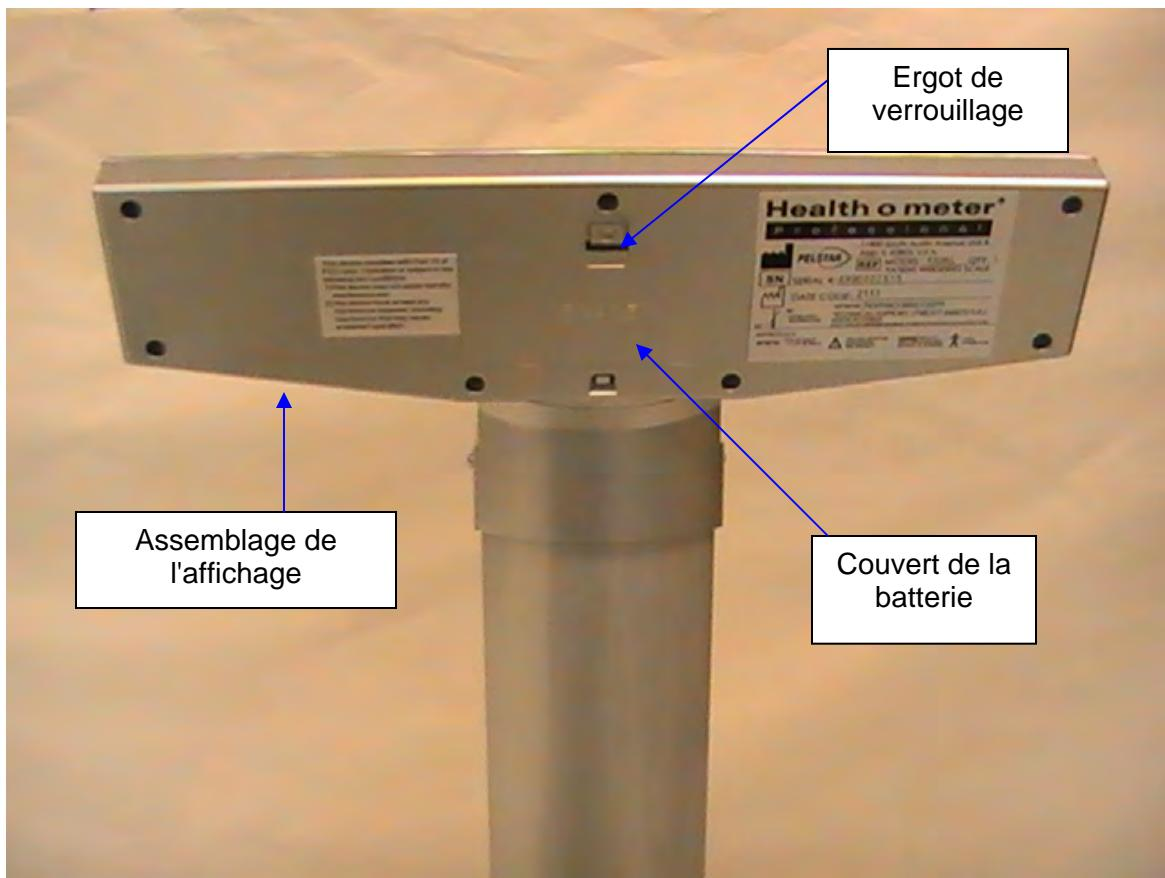

Figure 12
3. Avec un tournevis à tête Phillips enlevez la vis du couvert du compartiment de la batterie et enlevez le couvert de la batterie à l'arrière du montage de l'écran en appuyant sur la languette de verrouillage (voir Figure 12).